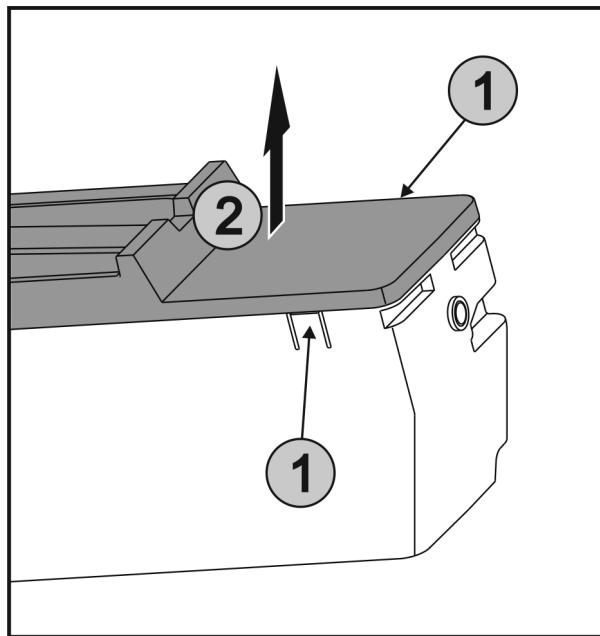

Fig. 64
- Одновременно нажать на накладки Fig. 64 (1) на обеих сторонах EasyTwist-Ice и снять крышку Fig. 64 (2) движением вверх.